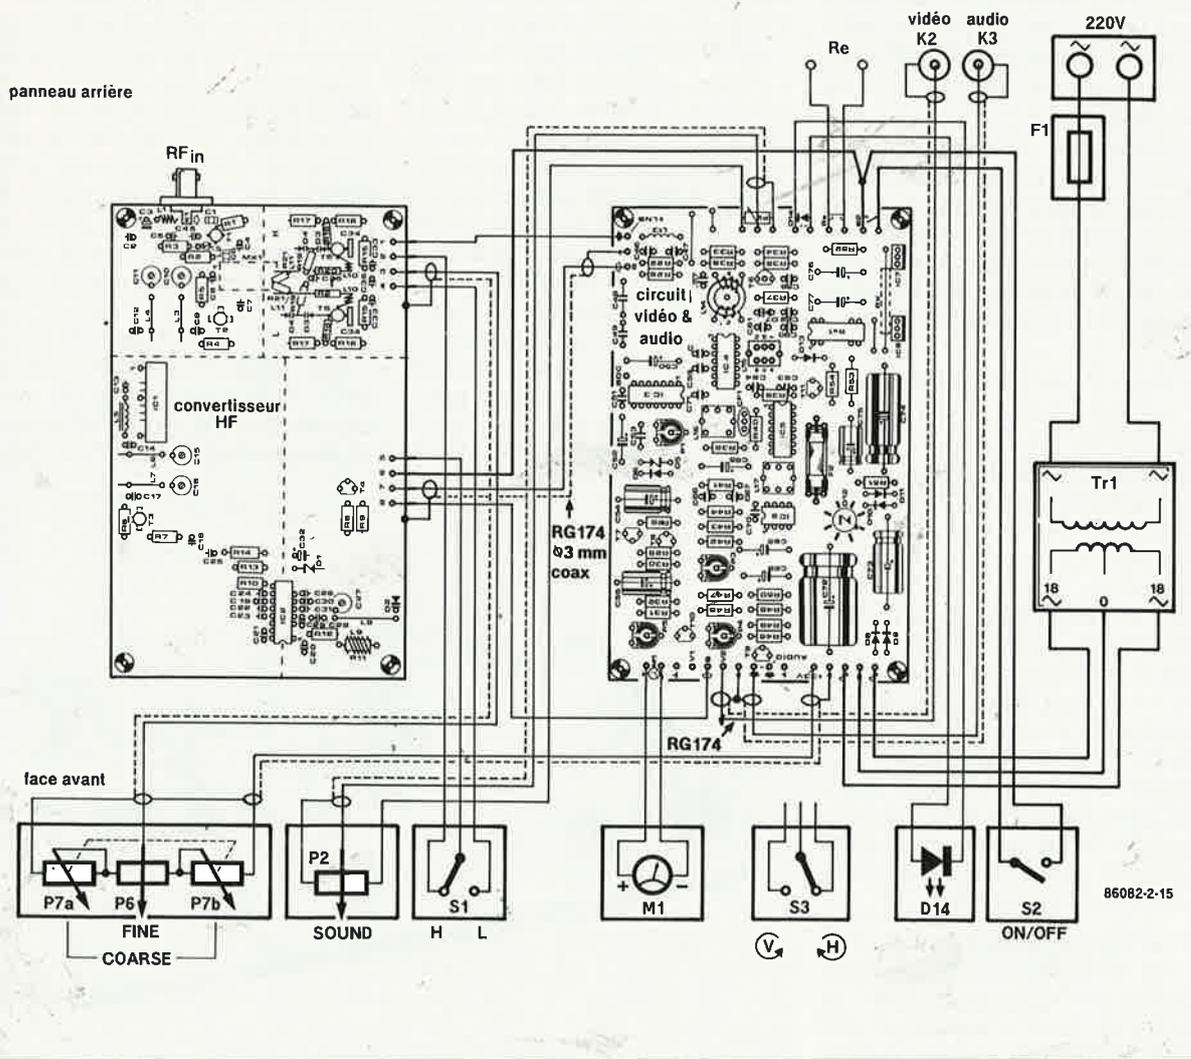

Figure 15. Schéma de câblage du module de réception. En pratique, les deux platines seront moins éloignées l'une de l'autre qu'elles ne le sont sur ce croquis.
8. Remontez les accessoires (le cas échéant) sur le socle à l'**exception du capuchon de blindage!** Vérifiez le positionnement du socle sur la platine et implantez-le. Vérifiez soigneusement le circuit imprimé avant de réaliser le câblage comme indiqué sur la **figure 15**. Ne montez pas encore le tout dans le boîtier, mais faites un câblage provisoire. Relier un ampèremètre à la place de M1.